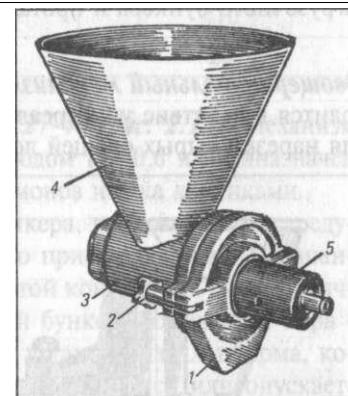

Рис. 2-11. Сменный механизм MC12-15.
**Сменный механизм MC12-15 (рис. 2.11)** Сменный механизм предназначен для измельчения сухарей, соли, сахара, перца, кофе и др. продуктов.